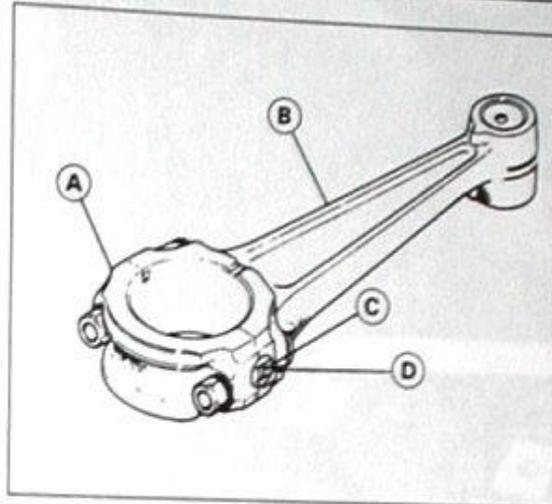

Bild 237
- Pleuel so an Kurbelwelle montieren (Bild 237), dass sie in ursprüngliche Lage (gemäss der beim Ausbau gemachten Markierung) eingebaut werden. Darauf achten, dass Buchstabenhälften an Pleuelstange und Lagerdeckel perfekt zueinander passen (Bild 225).